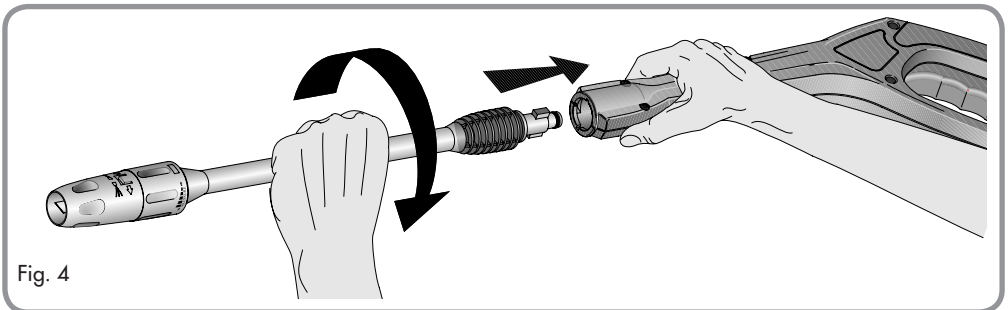

Fig. 4
6. Insert the required wand into the gun's quick connect coupling by pushing firmly and twisting wand ¼ of a turn to lock into place. (Fig. 4)
6. Introduzcan el tubo en la unión rápida empujando enérgicamente y luego girando el tubo de ¼ de vuelta para bloquearlo en su lugar. (Fig. 4)